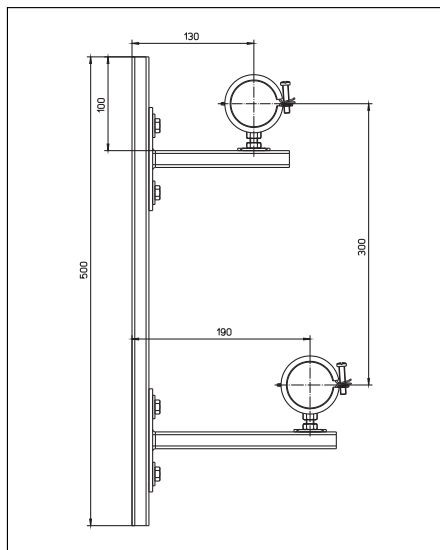

Рис. 5.2: Размеры консоли
- Консоль (арт. № 141 44 90): для крепления латунной гребенки „Multidis SFI“ (размеры см рис. 5.2).